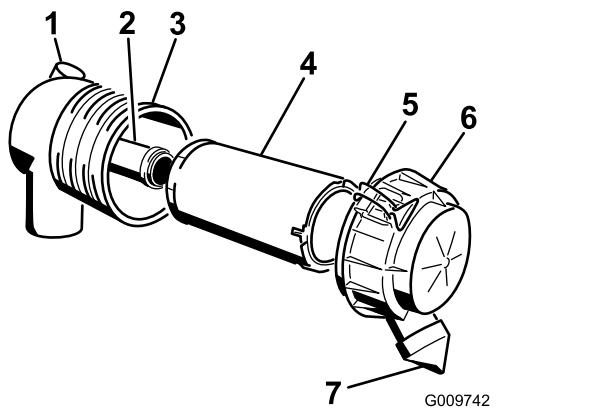

Bild 61
1. Schieben Sie den Hauptfilter vorsichtig aus dem Luftfiltergehäuse heraus (Bild 61).
- Wenn Sie den Sicherheitsfilter auswechseln, schieben Sie den neuen Filter vorsichtig in das Filtergehäuse (Bild 61).
- Bringen Sie die Luftfilterabdeckung so an, dass die Seite mit UP nach oben zeigt, und rasten Sie die Riegel ein (Bild 61).